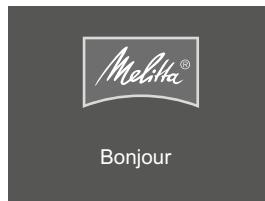

Fig. 5: Écran d'accueil
2. Appuyer sur la touche « Marche/Arrêt » (10).
- » L'écran d'accueil apparaît à l'affichage (voir Fig. 5).